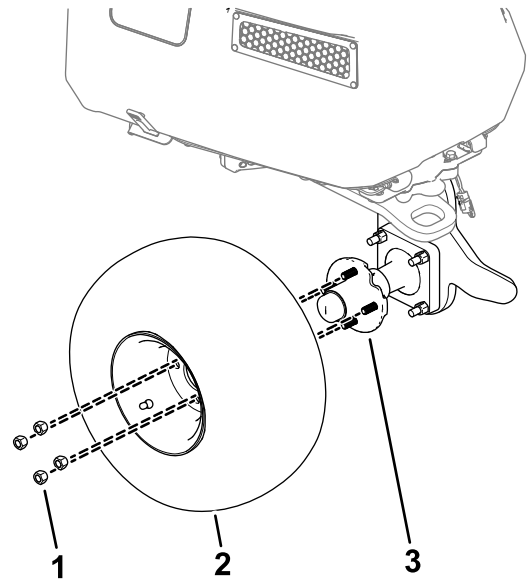

Bild 1
7. Entfernen Sie die vier Radmutter, mit denen das Rad an der Radnabe befestigt ist, und nehmen Sie das Rad von der Maschine ab (Bild 1).